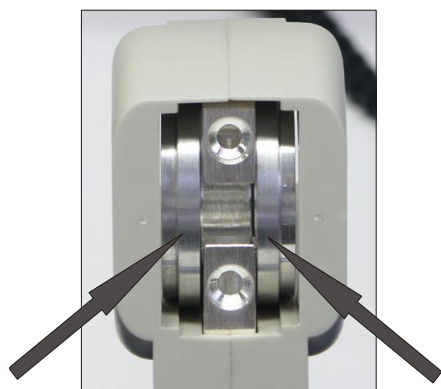

Fig. 1 Alloggiamento della testina di misura con dischi di montaggio inseriti
- Inserire i dischi di montaggio a destra e sinistra nell'alloggiamento della testina di misura (vedere fig. 1).